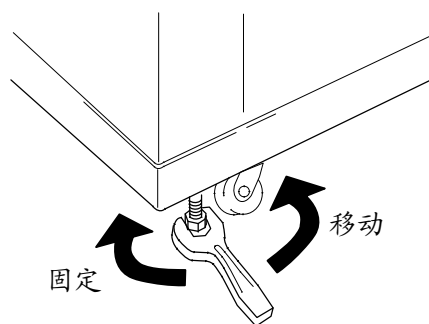

图 4.3 怎样旋紧/松开调整脚
1. 按图 4.3 固定方向调节每个调整脚直到脚轮离开地面
2. 按图 4.3 移动方向调节每个调整脚直到脚轮着地